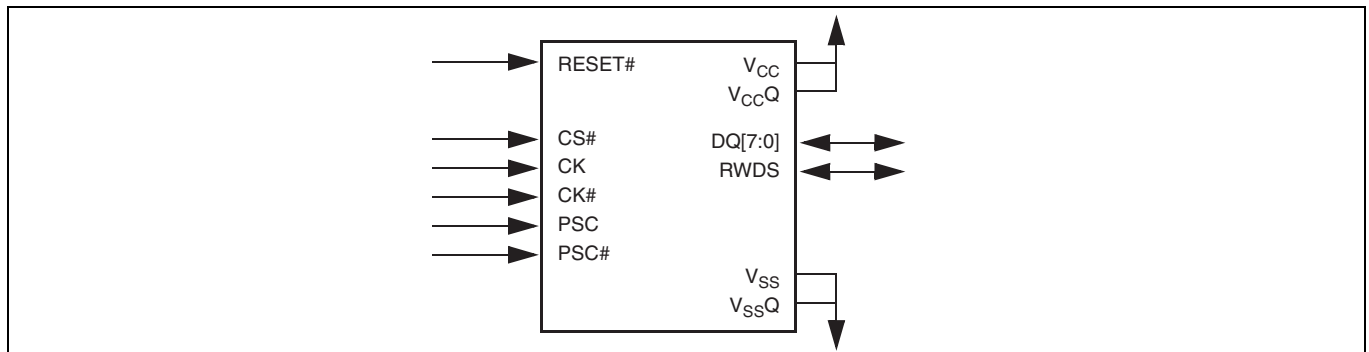

Figure 37 DCARS を備えた HYPERBUS™ 製品の信号図
- 73. この図は、クロックジッタとクロックから出力への遅延の不確実性の影響を受けるデータの有効期間をより明確に示すために、Figure 37 のデータ転送部分の拡大図を示しています。